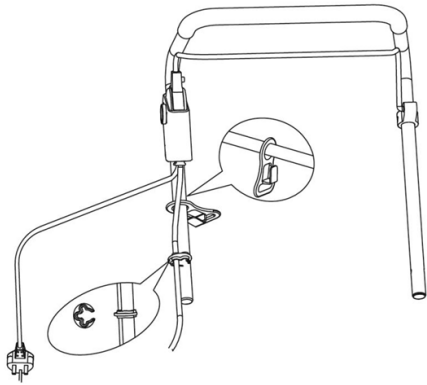

Abb.8
## 68. Accensione e spegnimento (Fig. 8)
Il pulsante di sicurezza (1) scatta in posizione. (Fig. 8)
Inclinare la maniglia verso il basso per sollevare leggermente la parte anteriore del dispositivo e ridurre il rischio di danneggiare il prato durante l'avvio. Premere il pulsante di blocco di sicurezza (1) sulla scatola di controllo e, mentre il pulsante è ancora premuto, tirare la leva di comando (2) verso di sé. (Fig. 8)